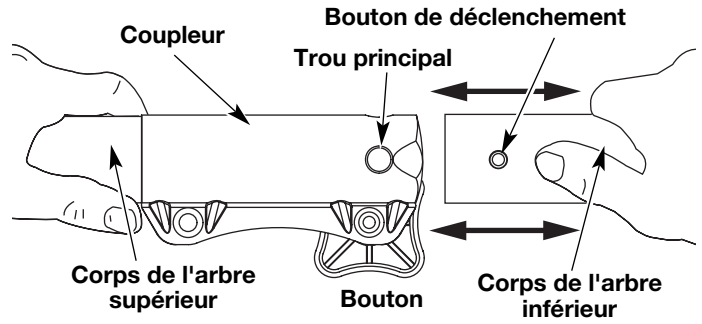

Fig. 2
3. En tenant fermement le logement de l'arbre supérieur, faites sortir l'accessoire du coupe-bordure du coupleur en tirant (Fig. 2).
3. Tenez fermement l'accessoire et enfoncez-le tout droit dans le coupleur (Fig. 2).
MISE EN GARDE : verrouillez le bouton de déclenchement dans le trou principal (Fig. 2) et vissez bien le bouton avant de faire marcher l'appareil.